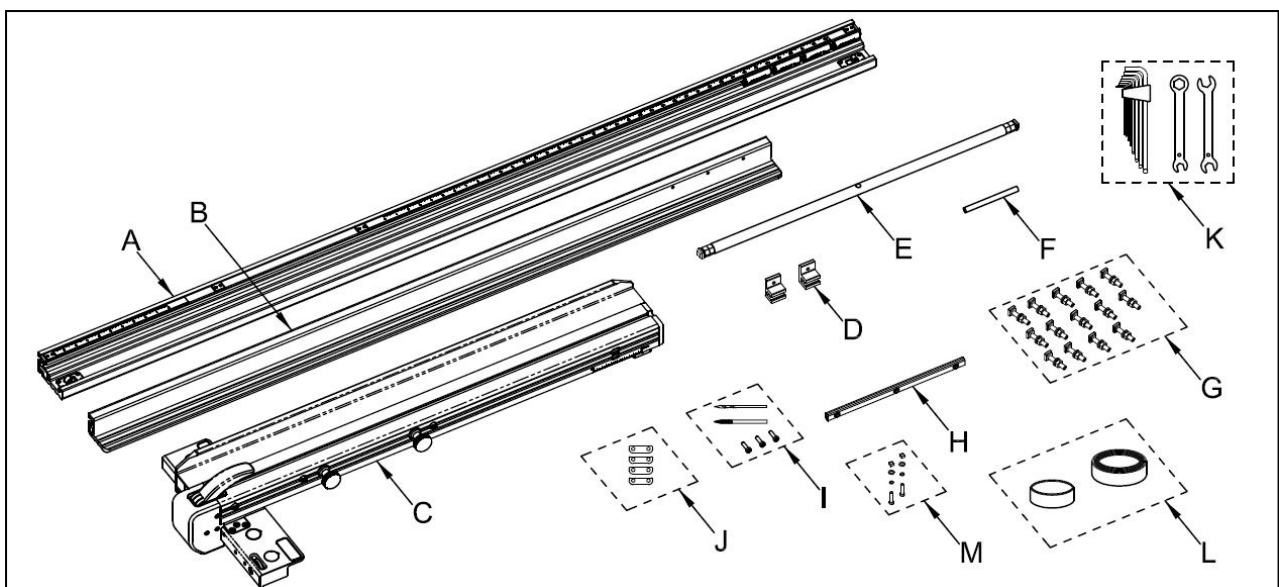
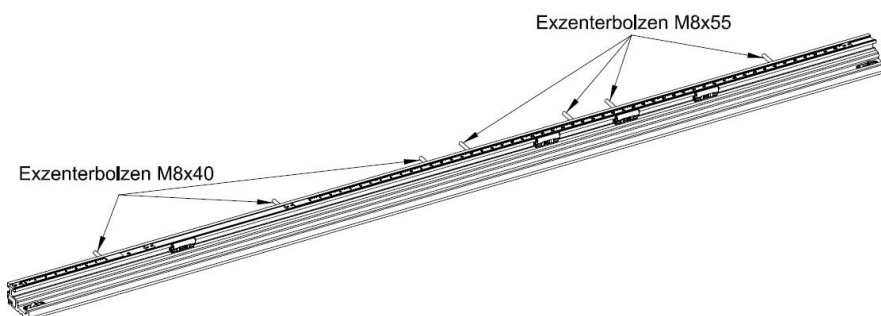
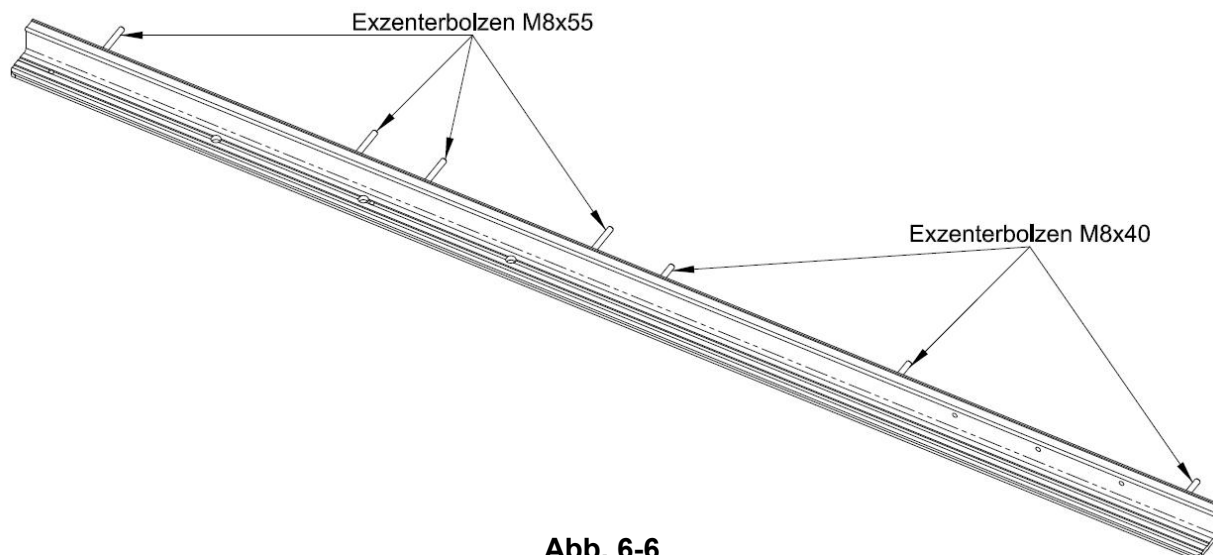
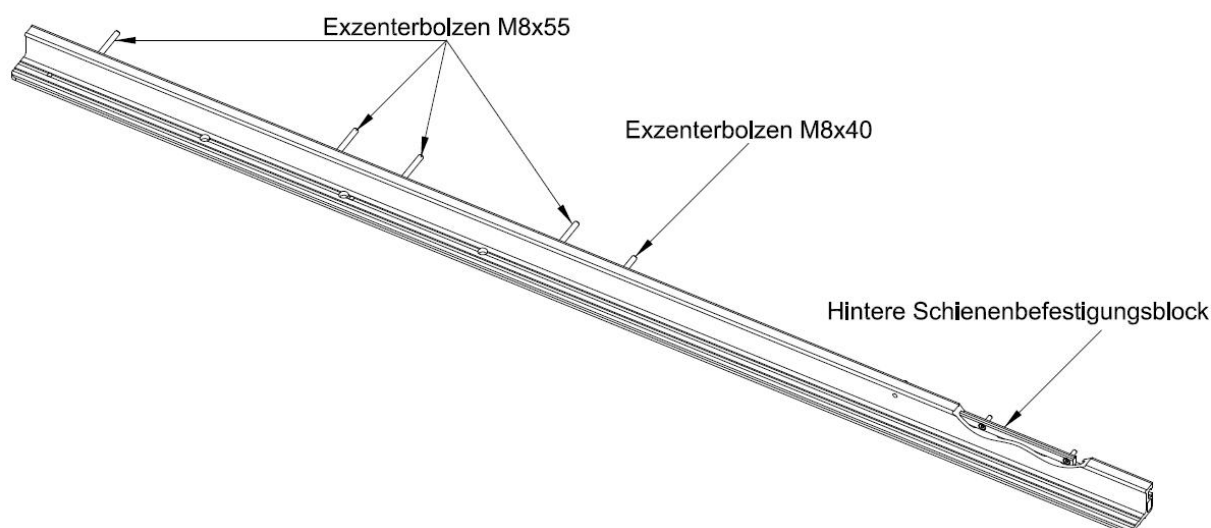

Abb. 5-1
Abb. 6-2
Abb. 6-6
Abb. 6-10
Bitte überprüfen Sie Ihr Produkt anhand der Abb. 5-1 und der folgenden Liste.
- (1) Sorgfältig setzen Sie die Exzeterschrauben (Position G aus Abbildung 5-1) in den T-Nut des vorderen Führungsschienensatzes (Position A aus Abbildung 5-1) ein, wie in Abbildung 6-2 dargestellt. 1. Die Verwendung von M8x40 Exzeterschrauben ist für die Gusseisentischplatte vorgesehen, um eine Beeinträchtigung mit den Gusseisenrippensektionen zu verhindern. Zur Befestigung der Holz- oder Phenol-Tischplatte verwenden Sie die M8x55 Exzeterschrauben.
1. Schieben Sie vorsichtig die Exzenter-schrauben (wie in **Abb. 5-1 dargestellt; Position G**) in die T-Nut der hinteren Führungsschienenbaugruppe (wie in **Abb. 5-1 dargestellt; Position B**), unter Beachtung der Spezifikationen und Positionierungsdetails in **Abb. 6-6**. Stellen Sie sicher, dass die Ausrichtung aller Exzenter-schrauben mit der der vorderen Führungsschiene übereinstimmt.
3. Setzen Sie die Exzeterschrauben (**Position G aus Abb. 5-1**) in die T-Nut der hinteren Führungsschienenbaugruppe (**Position B**) ein und richten Sie sie gemäß den Spezifikationen und Positionierungsdetails in **Abb. 6-10** aus. Bestätigen Sie, dass ihre Ausrichtung der der vorderen Führungsschiene entspricht. Vergessen Sie nicht, M8x40 Exzeterschrauben zu verwenden, wenn Sie mit der Gusseisenplatte arbeiten, um eine Beeinträchtigung der Gusseisenrippensektionen zu vermeiden, während die M8x55 Exzeterschrauben geeignet sind, um die Holz- oder Phenol-Tischplatte zu befestigen.